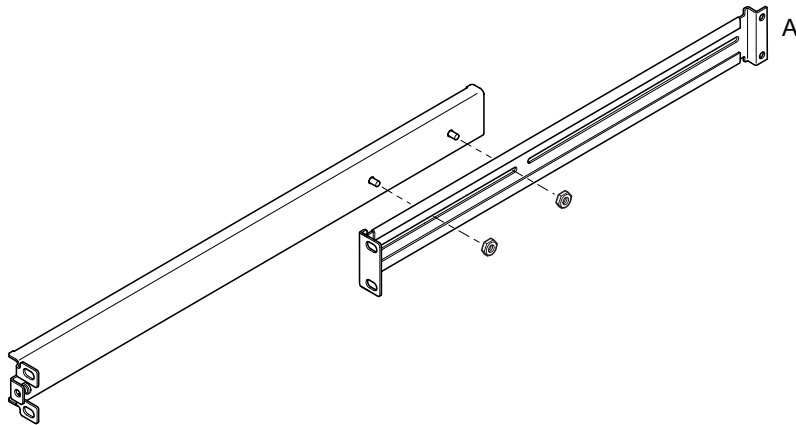

ABBILDUNG 5-2 Positionieren der Einbauschienen für ein 72 Zoll hohes Sun StorEdge-Rack
1. Bringen Sie die beiden Teile der Schiene so an, dass sich das zweifach abgewinkelte Ende (A) in der richtigen Position für das verwendete Rack befindet.
- Für ein 72 Zoll hohes und 19 Zoll breites Sun-Rack muss das doppelt abgewinkelte Ende (A) nach hinten zeigen (siehe ABBILDUNG 5-2).